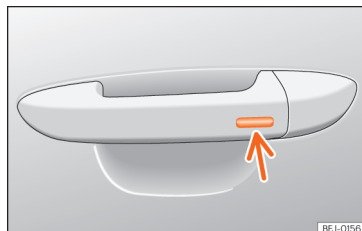

Рис. 67 Зовнішня ручка дверей: тактильний датчик.
- **Або:** Скористайтеся системою безключового доступу (тільки закривання). Тримайте палець декілька секунд на тактильному датчику для замикавання **>>> рис. 67** (стрілка), доки закриються всі вікна та люк. Якщо палець прибрати, робота функції закривання буде перервана.
Щоб закрити люк, кілька секунд потримайте палець на тактильному датчику **»» рис. 67** (стрілка) зовнішньої ручки дверей. Якщо палець прибрати, робота функції закривання буде перервана.